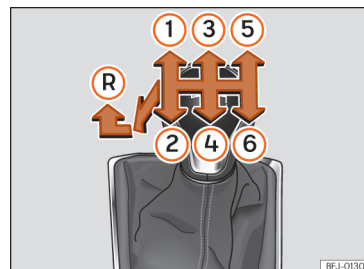

Abb. 164 Schaltschema des 6-Gang-Schaltgetriebes.
Auf dem Schalthebel sind die Positionen der einzelnen Fahrgänge dargestellt »» **Abb. 164**.
- Schalthebel auf Leerlauf stellen und nach unten drücken, ganz nach links und dann nach vorne schieben, um den Rückwärtsgang » Abb. 164 (R) einzulegen.